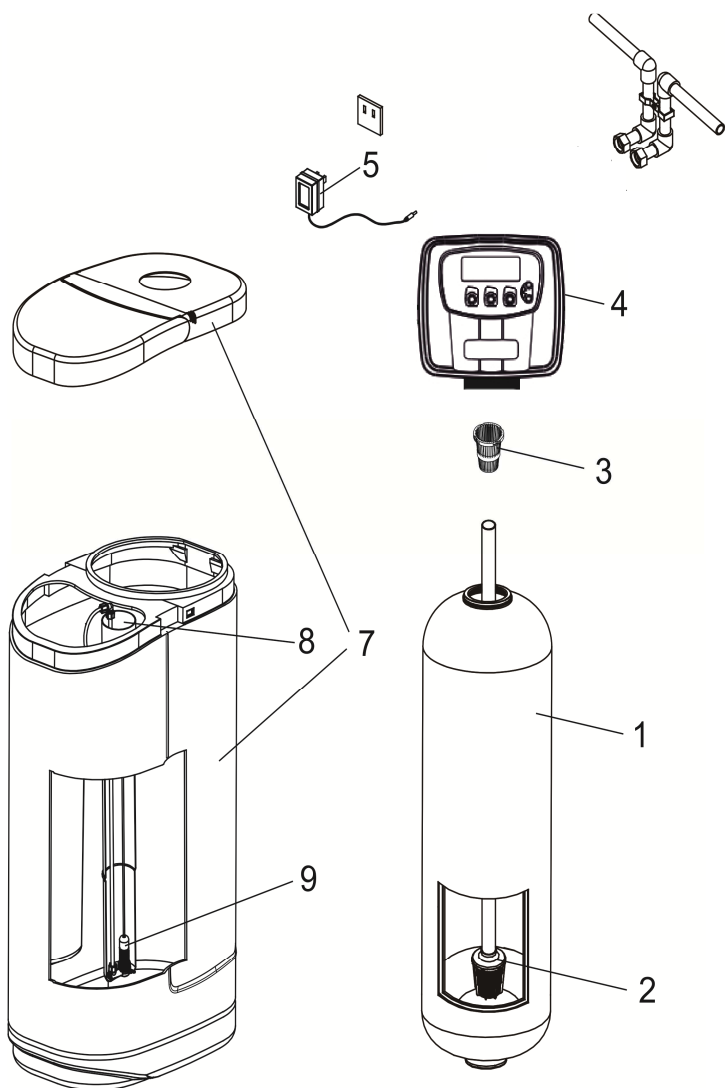

Рисунок 1
6.1 Умягчители/Универсальные фильтры кабинетного исполнения AquaSmart состоят из (Рисунок 1):